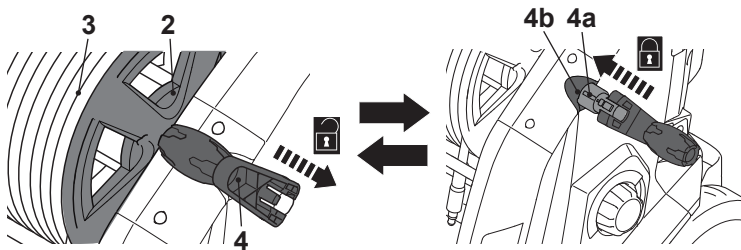

Fig. 16
1. Retire a alça de enrolamento k (4) da carcaça e desdobre-a para destravar o carretel da mangueira (2) e a si mesmo (fig. 16).
2. Retire a mangueira de pressão (3) do carretel da mangueira (2) para operação.
3. Gire a alça de enrolamento k (4) no sentido horário para enrolar a mangueira de pressão (3) para armazenamento. Libere a pressão na mangueira antes de enrolar a mangueira: desligue o produto usando o botão de controle e pressione o gatilho da pistola até que a pressão seja liberada.
Use o suporte do cabo de alimentação (12) para guardar o cabo de alimentação (11) (Fig. 16).